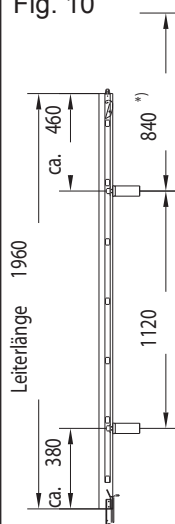

Fig. 11
Peso: Longitud 1.680 mm: 6 kg (fig. 11)
- Longitud 1680 mm (fig. 11)